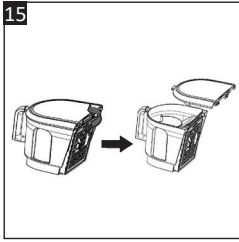

Рис. 15
2. На задній стороні кришки пилозбірника натисніть кнопку відкриття кришки, розташовану по центру, і потягніть кнопку вгору, щоб зняти кришку (рис. 15).